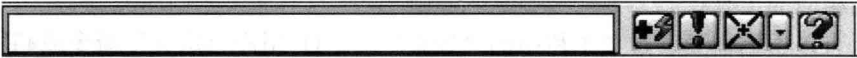

图 1-5 快速目标点坐标输入栏
2) ：快速目标点坐标输入。单击此按钮，系统弹出如图 1-5 所示快速目标点坐标输入栏，用户可以直接输入目标点的 X、Y、Z 坐标值，中间以逗号分隔，输入后按〈Enter〉键确认即可。省去了在独立的“X”“Y”“Z”坐标输入框内移动光标的麻烦，提高了输入速度。